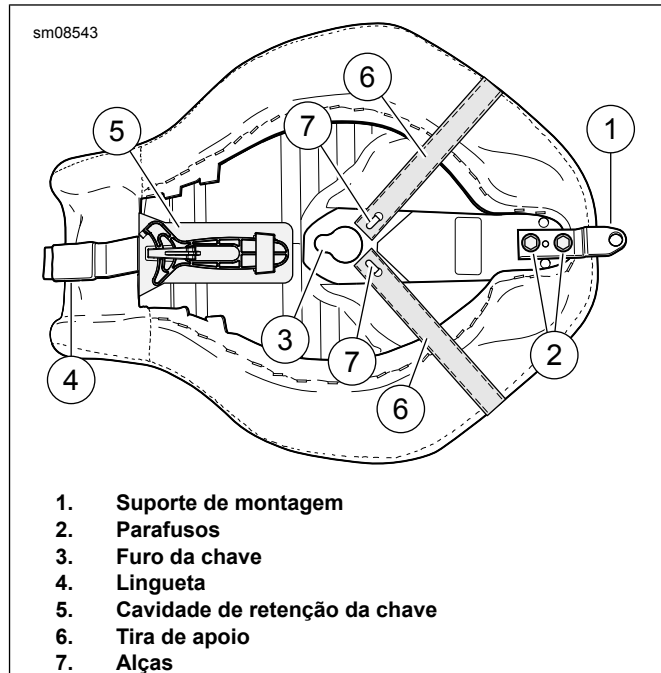

Figura 3. Suporte, parafusos, furo da chave, lingueta e tira de apoio
2. Para modelos com chave de boca de ajuste do amortecedor no compartimento do assento. Remova a chave de boca do assento original. Veja Figura 3. Instale a chave de boca na cavidade de retenção da chave (5).
1. Veja Figura 3. Instale a tira de apoio (6) na parte inferior do assento. Instale um lado da tira de apoio na alça (7) no lado de baixo do assento. Amarre a tira de apoio sobre o assento. Prenda o lado restante no outro lado da alça.
1. Veja Figura 3. Incline a parte dianteira do novo assento no lugar, para que a lingueta (4) encaixe na ranhura no local da montagem traseira do tanque de combustível.
2. Empurre o assento para frente. Gire a parte traseira do assento para baixo até que faça contato com o quadro. Flexione o assento ligeiramente na parte central e deslize-o na direção da parte traseira até que a fenda do furo da chave (3) na parte inferior do assento encaixe com a coluna central do assento na estrutura.